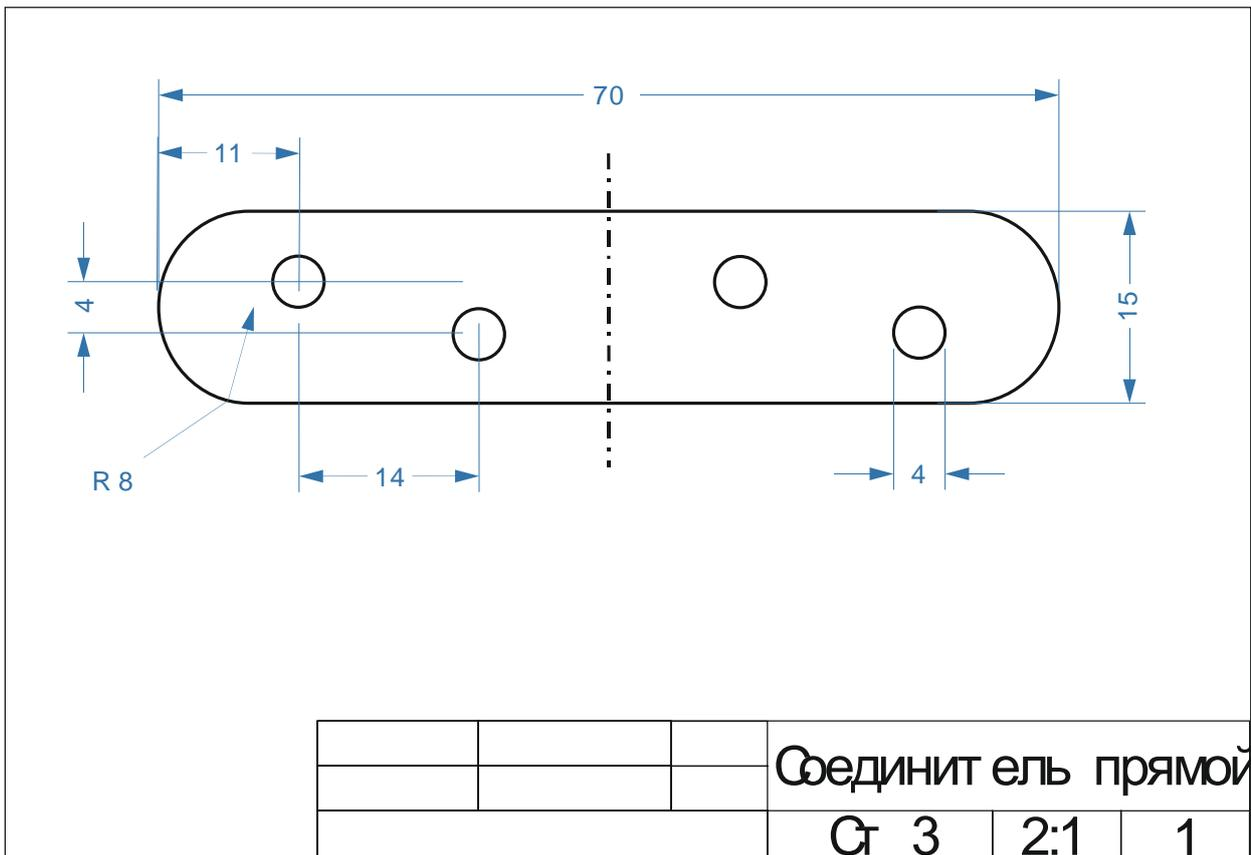

Рис. 1. Чертеж Соединитель прямой
2. По чертежу изготовить соединитель прямой (рис. 1).